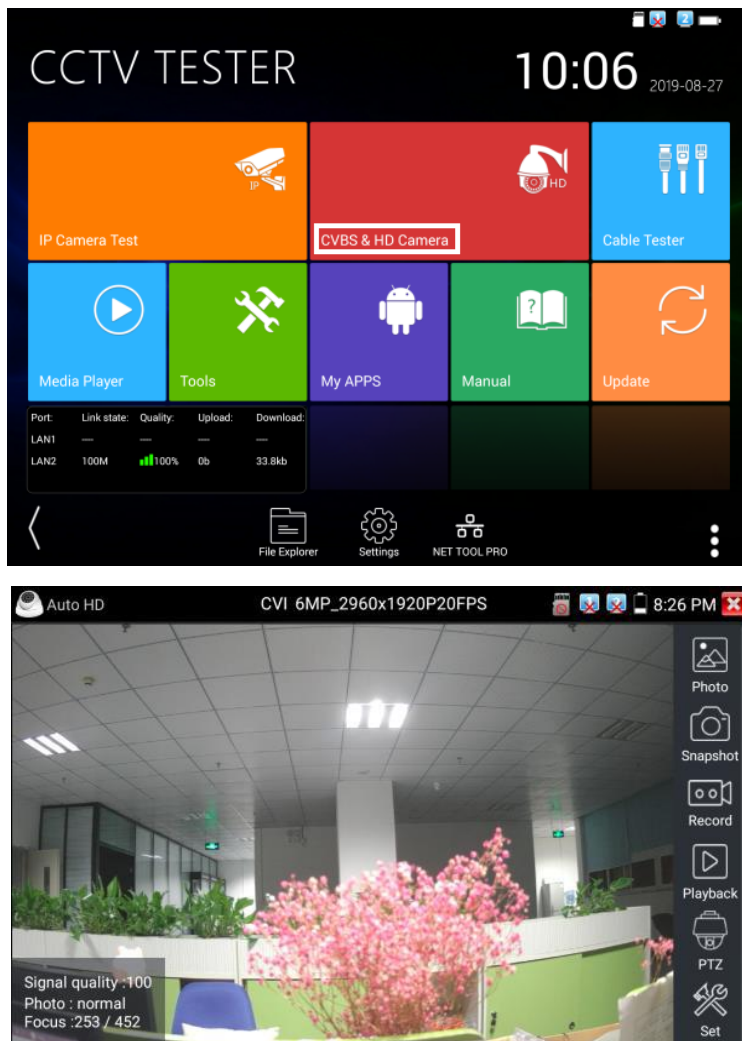

Рис. 5 Раздел с приложениями для просмотра изображения с AHD/TVI/CVI/ CVBS видекамеры и пример работы приложения AutoHD
- 3) Зайдите в раздел CVBS & HD Camera (рис. 5). В разделе CVBS & HD Camera вы сможете выбрать необходимое приложение для просмотра изображения с видекамеры (CVI, AHD, TVI, HD CVBS) или приложение AutoHD (универсальный мультимедийный вариант приложения)